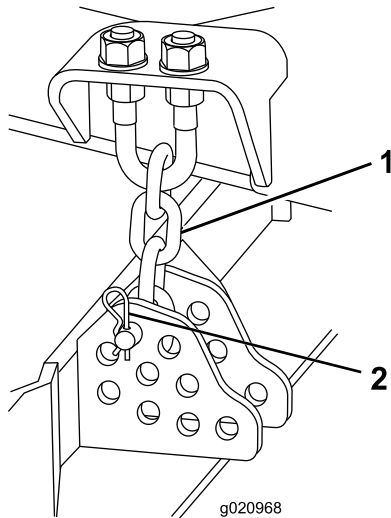

Figura 20
10. Togliete la coppiglia e il perno con testa che fissano le catene dell'altezza di taglio sul retro dell'apparato di taglio (Figura 20).